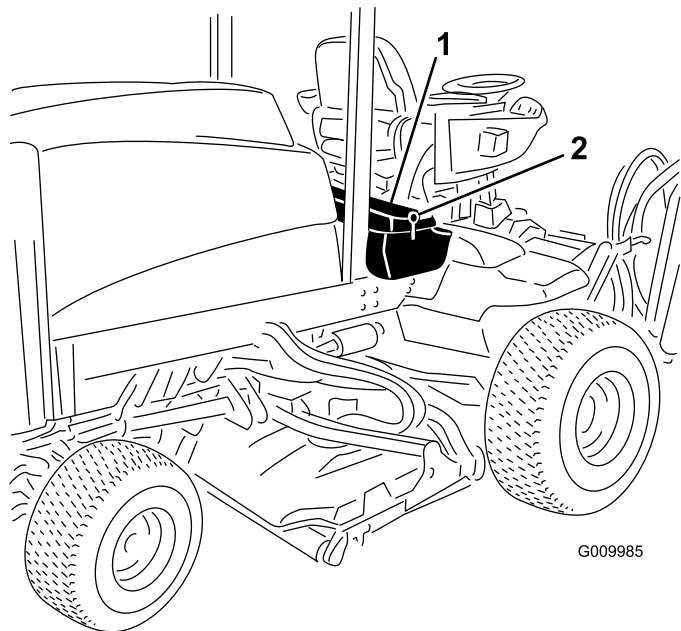

Figura 74
1. Desbloqueie e eleve o painel da consola do operador (Figura 74).